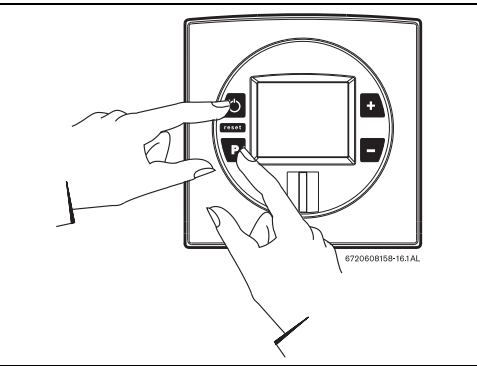

Fig. 37 Modo de ajuste del gas
- Mantener pulsada la tecla de programación y pulsar el interruptor principal ON/OFF para conectar el aparato (Fig.37).